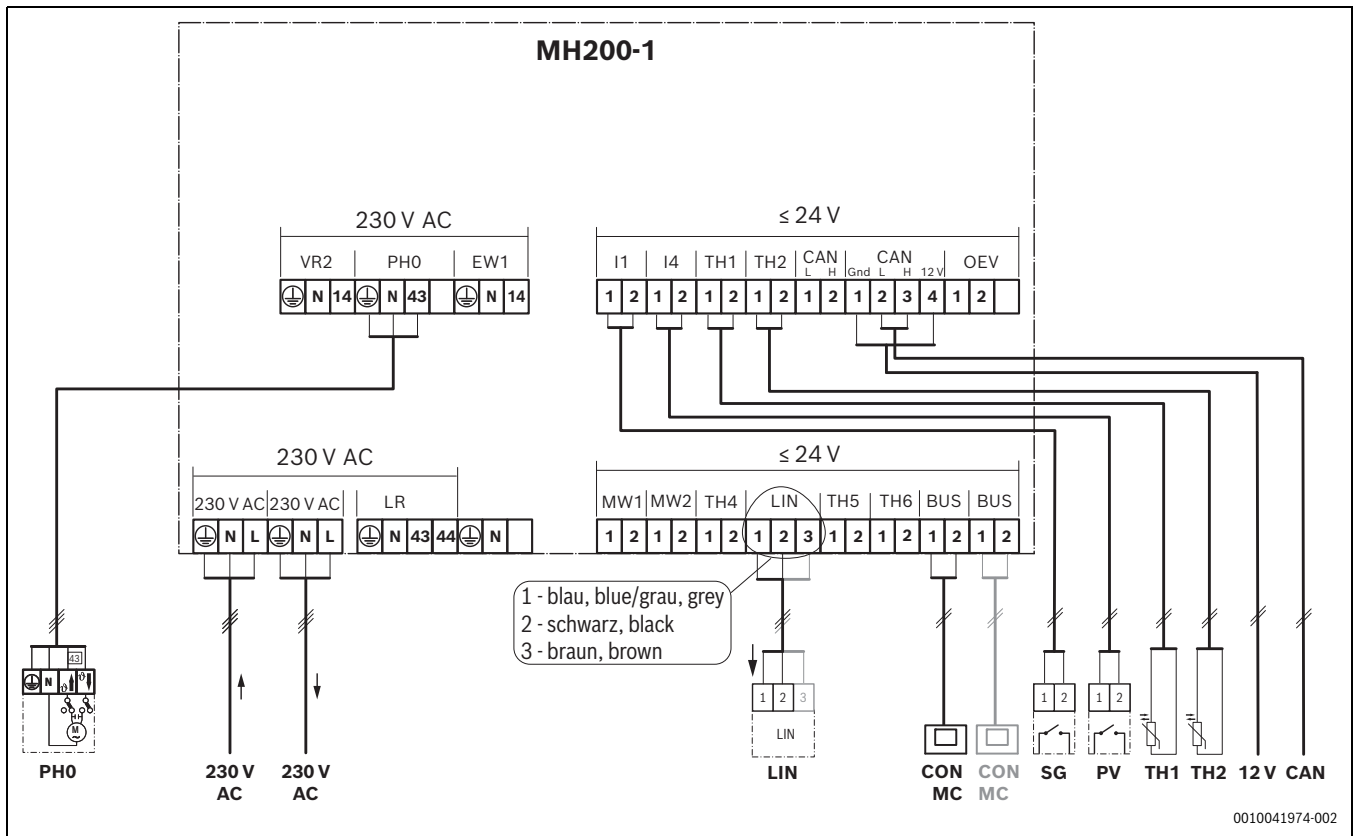

Bild 4 Überblick Anschlussklemmenbelegung
- ▶ Sicherstellen, dass die Kabel an den entsprechend markierten Anschlüssen des Moduls angeschlossen sind (→ Bild 4).